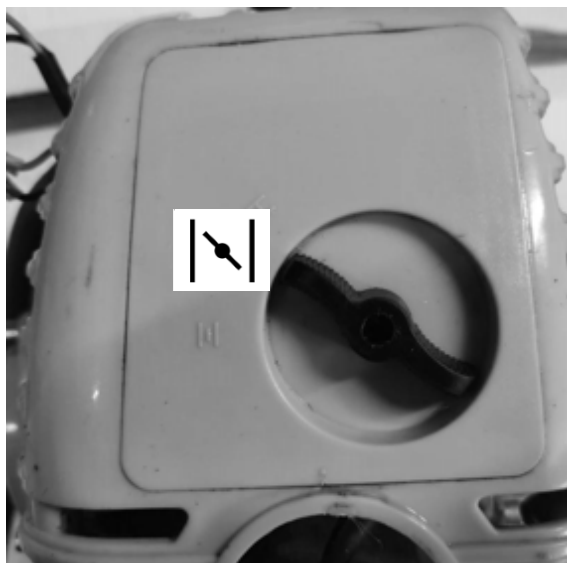

Рис.18 Промежуточное положение воздушной заслонки.
8.6. Переведите рычаг воздушной заслонки в промежуточное положение «Открыто»  Рис.18.